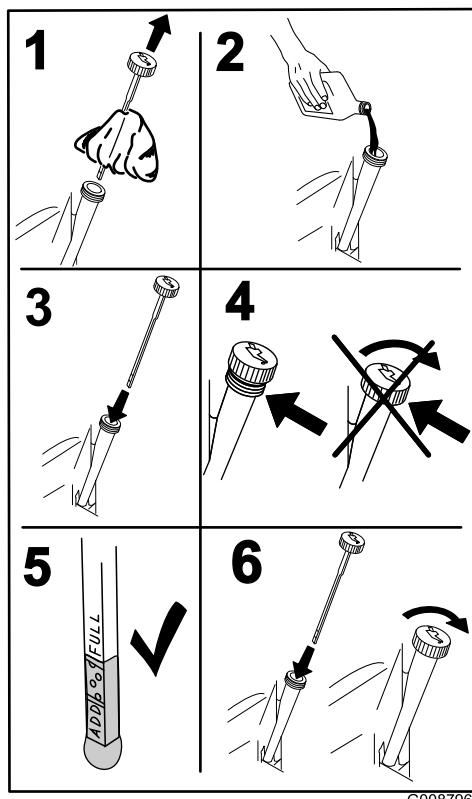

Figura 40
4. Retire a vareta e limpe-a com um pano limpo (Figura 40).